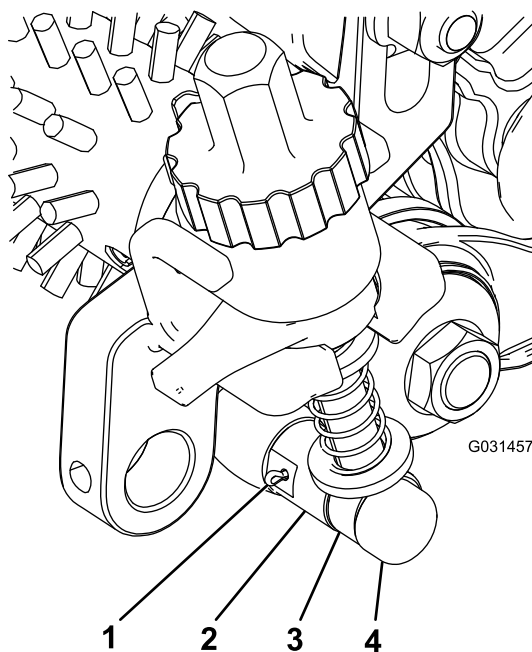

Рисунок 20
4. Выровняйте шток узла рычага регулятора рядом с натяжным роликом относительно втулки регулятора на натяжном ролике в сборе и закрепите его при помощи штифта регулятора и шплинта (Рисунок 20).